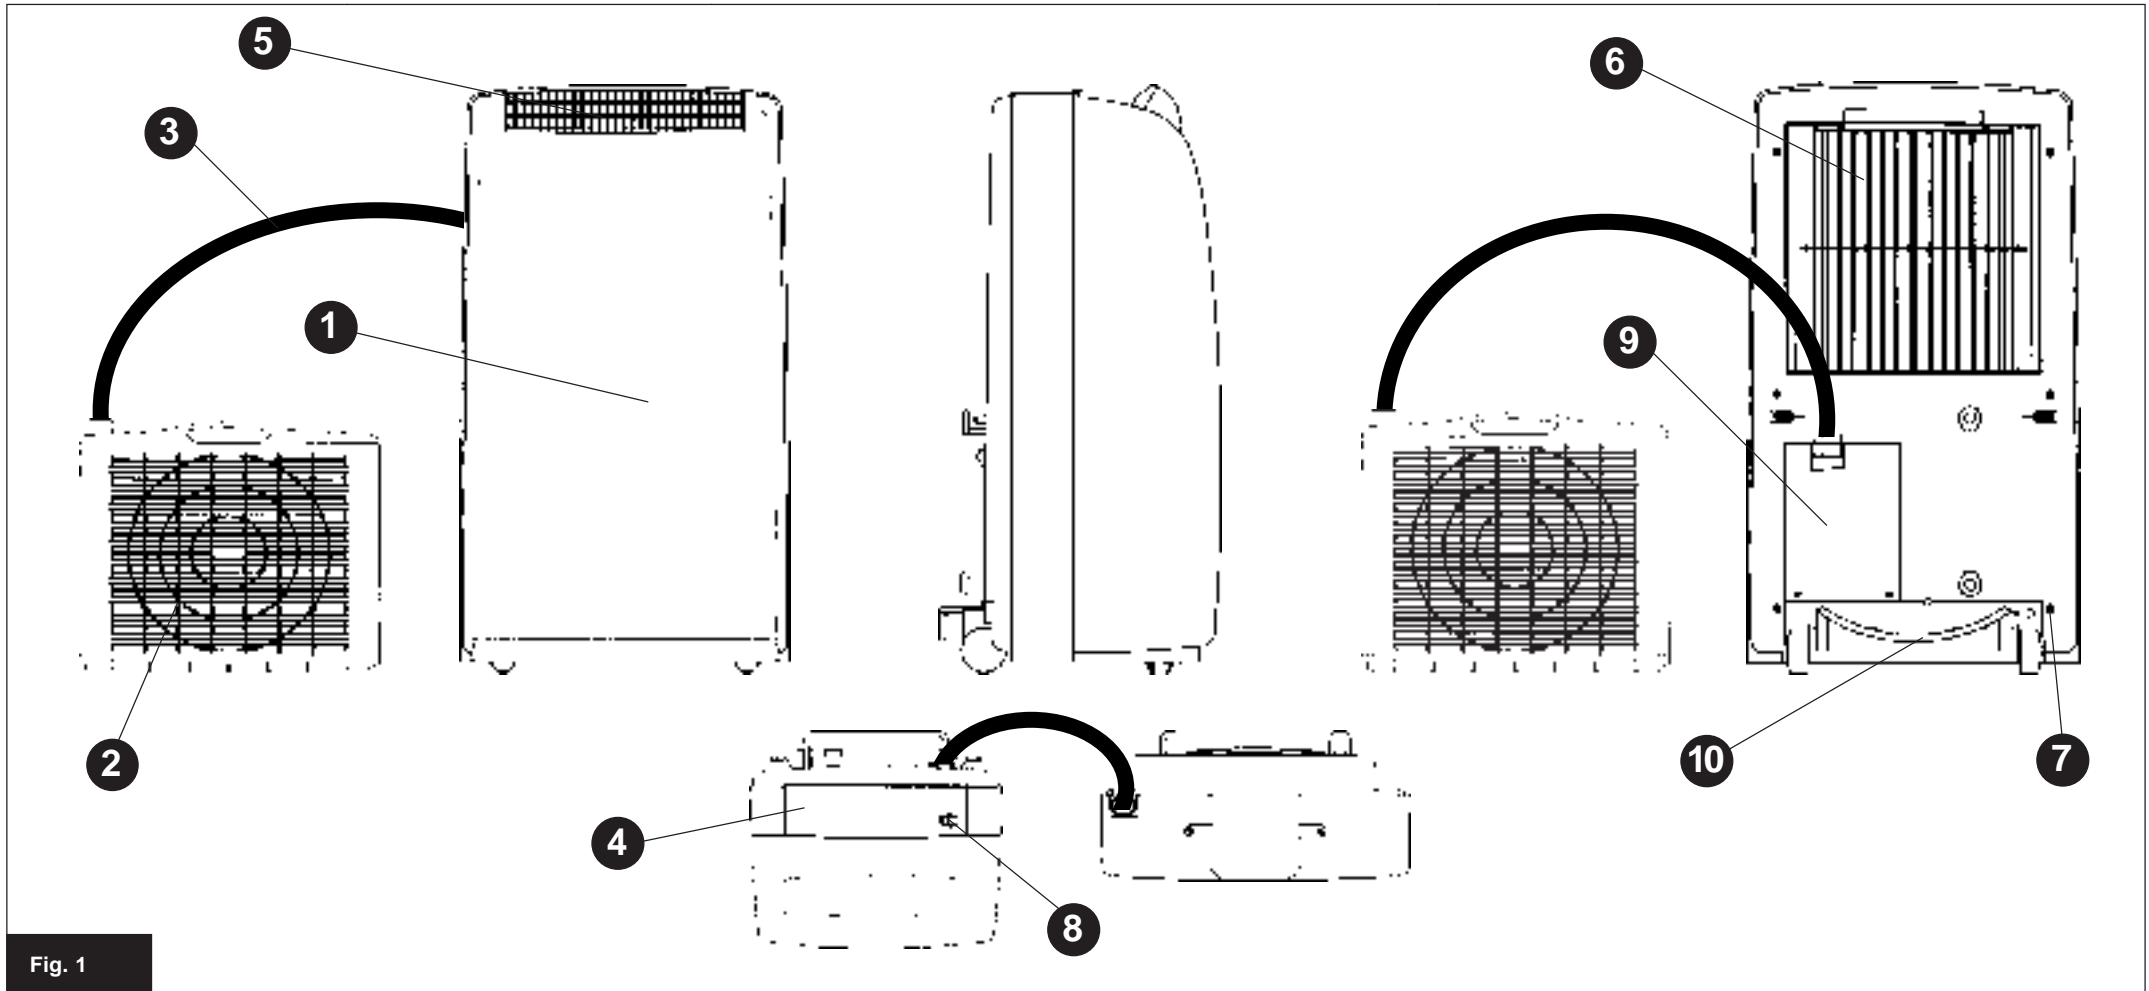

Fig. 1
IDENTIFICAZIONE DELLE PARTI (Fig. 1)
NAME OF THE PARTS (Fig. 1)
BAUKOMPONENTEN (Abb. 1)
IDENTIFICACION DE LAS PARTES (Fig. 1)
IDENTIFICATIE VAN DE ONDERDELEN (fig. 1)
- Assicuratevi che tende o altri oggetti non ostruiscano il filtro di aspirazione (fig. 1 - 6) posto sullo schienale.
- Se il climatizzatore, nonostante sia normalmente alimentato, si arresta completamente, prima di rivolgervi a un Centro di assistenza, provate a drenare l'acqua togliendo il tappo di svuotamento della condensa (fig. 1 - 7). Se l'inconveniente si ripete rivolgetevi a un Centro di assistenza.
- Vous assurer que le filtre d'aspiration (Fig. 1 - 6) se trouvant à l'arrière ne soit pas bouché par des rideaux ni pas des objets quelconques.
- Dans le cas où le climatiseur s'arrêterait complètement bien que son alimentation soit correcte, éliminer la condensation en enlevant le bouchon de vidange (Fig. 1 - 7) avant de vous adresser au SAV. Si l'inconvénient se répète, vous adresser au SAV.
- Check that the suction filter (fig. 1 - 6) on the back is not obstructed by curtains or other objects.
- If the air conditioner is connected correctly to the mains but stops completely, remove the condensation drainage plug (fig. 1 - 7) to drain any water before calling the Service Center. If the problem persists, call the Service Center.
- Achten Sie darauf, daß weder Vorhänge noch andere Gegenstände den Saugfilter an der Rückseite (Abb. 1 - 6) verdecken.
- Sollte sich das Gerät trotz Stromversorgung ausschalten, leeren Sie vorerst das Kondenswasser, indem Sie den Stöpsel abnehmen (Abb. 1 - 7). Bleibt dieser Versuch ohne positives Ergebnis, muß der technische Kundendienst gerufen werden.
- Asegurarse que cortinas u otros objetos no obstruyan el filtro de aspiración (fig. 1 - 6) situado en la parte trasera.
- Si el climatizador, no obstante una normal alimentación, se para completamente, antes de dirigirse a un Centro de Asistencia, evacuar el agua quitando la tapa de vaciado de la condensación (fig. 1 - 7). Si el inconveniente se repite dirigirse a una Centro de Asistencia.